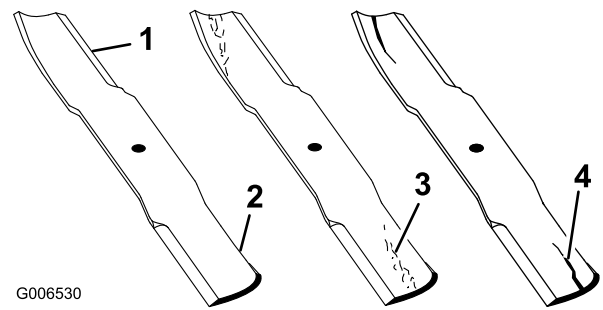

Bild 90
1. Untersuchen Sie die Schnittkanten (Bild 90). Entfernen und schärfen Sie die Messer, wenn die Schnittkanten nicht scharf sind oder Auskerbungen aufweisen. Siehe Schärfen der Messer \(Seite 68\).
2. Prüfen Sie die Schnittmesser, insbesondere den gebogenen Bereich (Bild 90). Wenn Sie Schäden, Verschleiß oder Rillenbildung in diesem Bereich feststellen (Bild 90), sollten Sie sofort ein neues Schnittmesser einbauen.